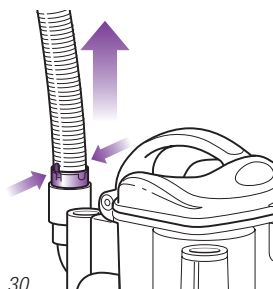

Fig. 30
- Détachez le tuyau extensible à l'arrière de l'aspirateur portatif *Lift-Away^{MD}* en pressant les onglets ensemble et en tirant le tuyau vers le haut. (Fig. 30) Redressez le tuyau souple et inspectez l'intérieur pour détecter toute obstruction.